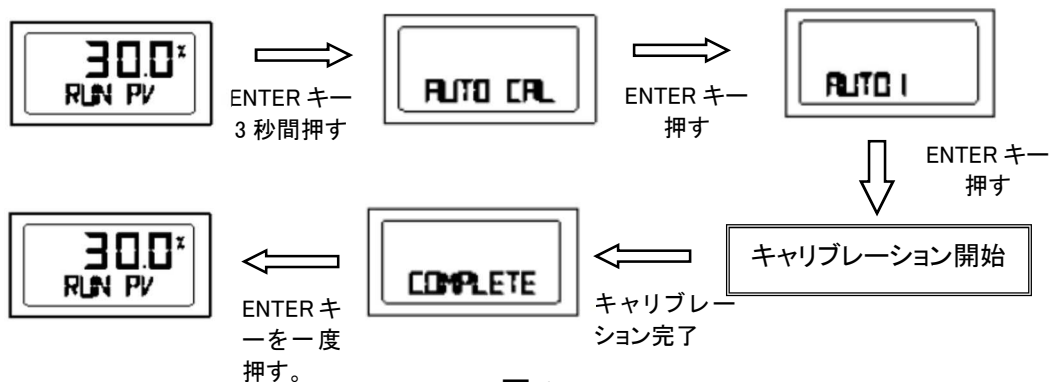

図 13
- ①ポジショナーのディスプレイが表示されている状態(電源が入力されている状態)であること、ポジショナーに空気圧加わっている状態であることを確認してください。
- ②ポジショナーのふたに付いている止めねじ(4箇所)を緩めて、ポジショナーのふたを取り外します。
- ③ポジショナーに 12mADC を入力してください。それ以外の入力信号ではオートキャリブレーションできません。ディスプレイ下側にある「」キー(以下、ENTER キーと呼びます。)を約 3 秒間押し続けるとディスプレイの表示が「AUTO CAL」と表示されます。ここで ENTER キーを 1 回押すと「AUTO1」と表示されます。この状態で ENTER キーを押しますとオートキャリブレーションが実行されます。(図 13)